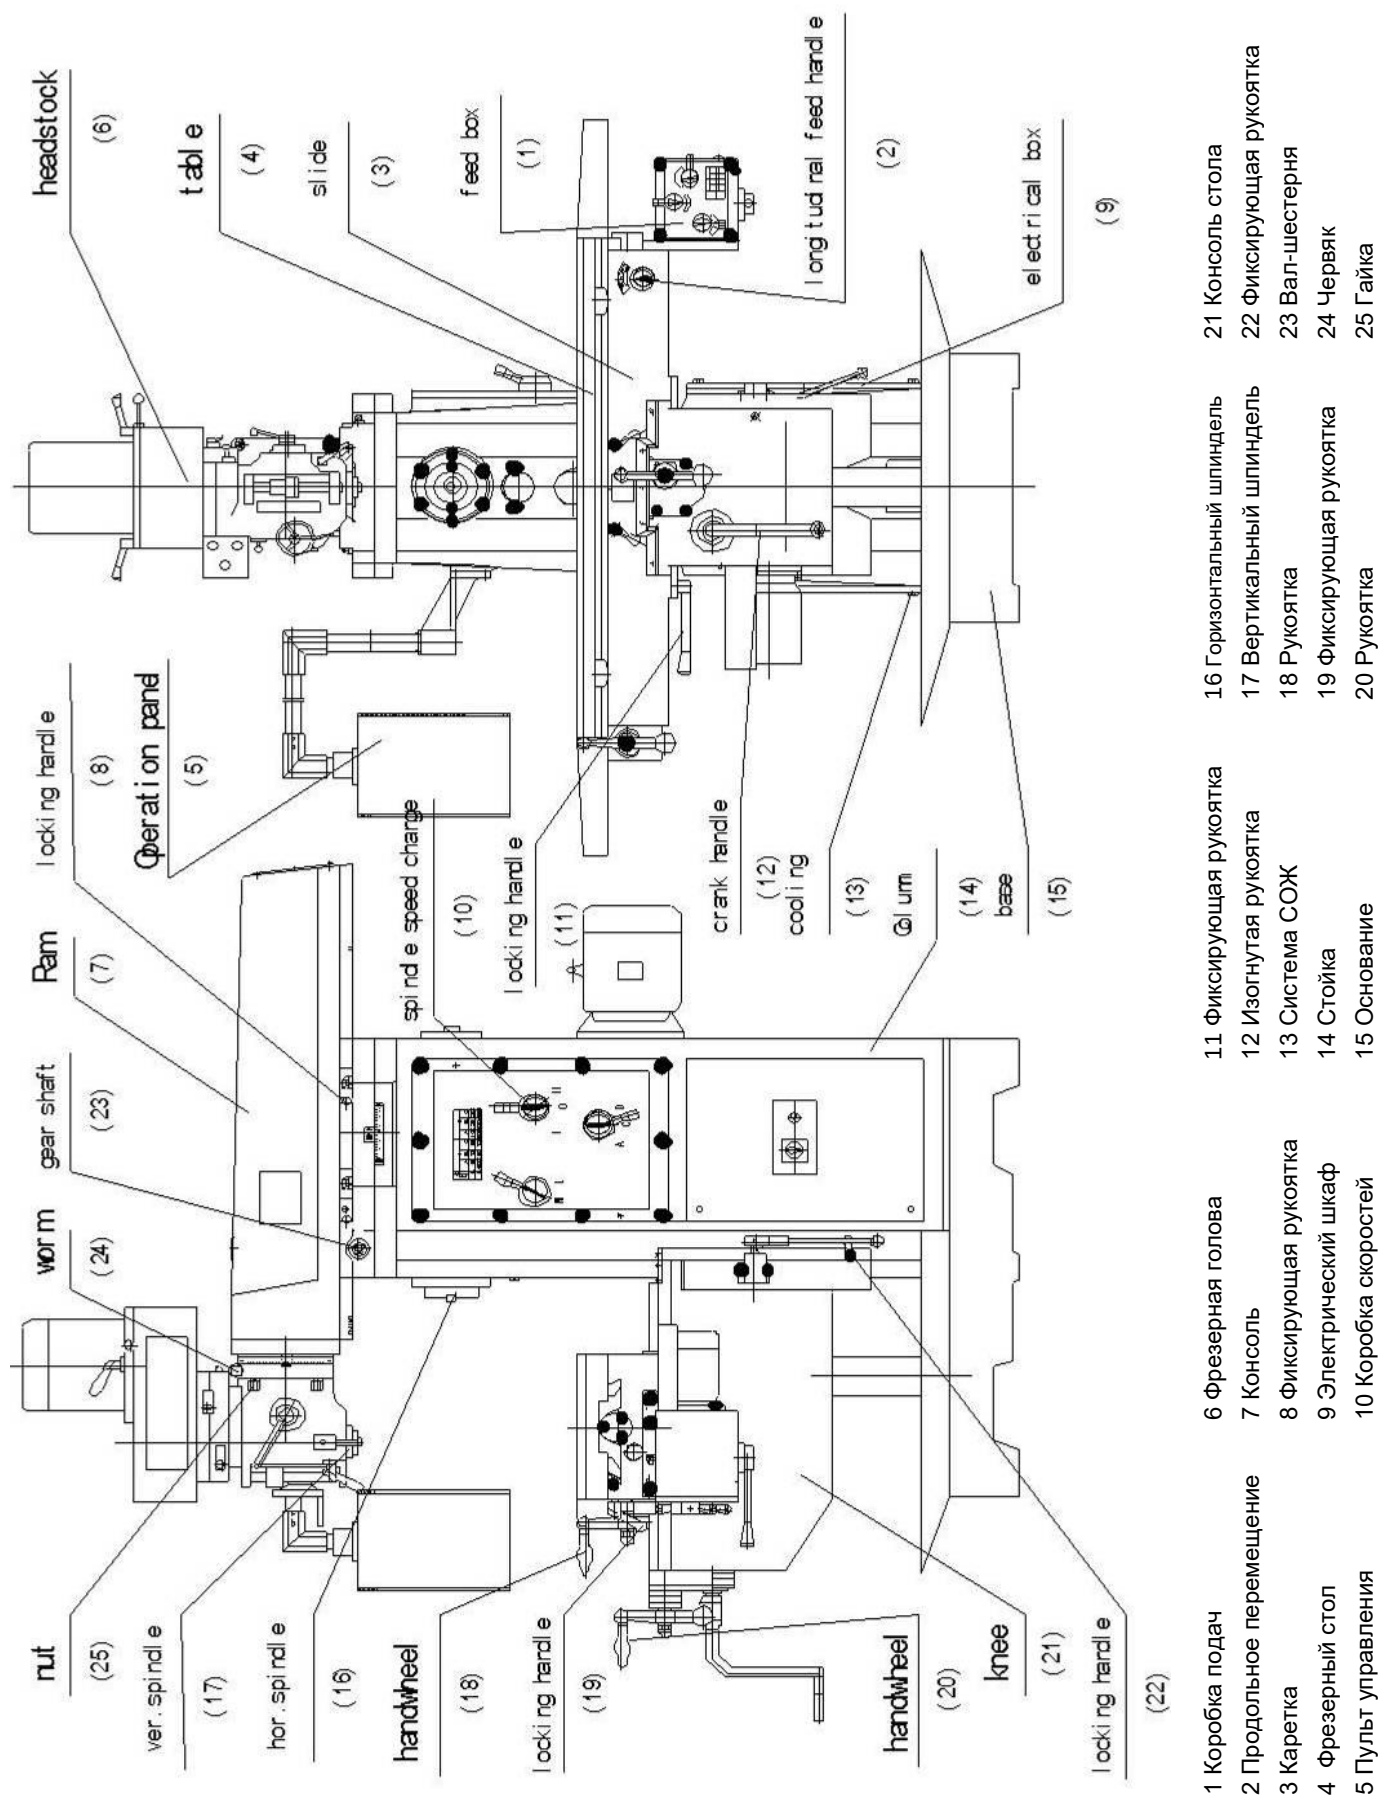

Рис.1
Устройство станка: (См. Рис.1 на стр.7)
Внимательно изучите эту инструкцию. прежде чем приступить к работе на станке, ознакомьтесь со станком, назначением каждой кнопки, маховика, рукоятки и т.п., системы подвода СОЖ, системы смазки и электрической схемы (Рис.1).
6.4.1 Ручное вертикальное перемещение стола (См. Рис.1).